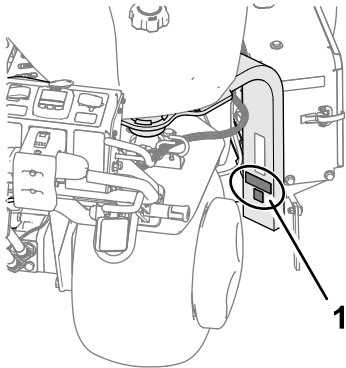

Figure 19
2. Nettoyez la jambe de la fourche à l'alcool, comme montré à la Figure 19, et laissez sécher la surface.
3. Appliquez l'autocollant CE et l'autocollant de l'année de production sur la jambe de la fourche (Figure 19).